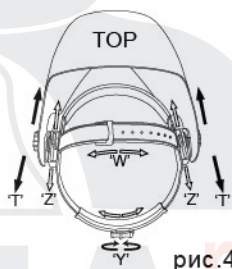

рис.4
Длину окружности оголовья можно увеличить или уменьшить, вращая ручку с нажатием на затылочной части оголовья (см. «Y» на рис.4). Это можно сделать не снимая маски и позволяет получить натяжение, необходимое для надежной фиксации сварочной маски на голове.
• Если наголовник сидит на голове слишком высоко или слишком низко, отрегулируйте ремень, который проходит через макушку. Для этого ослабьте конец ремня, выдавив стопорный штифт из отверстия в ремне. Переместите две части ремня относительно друг друга на требуемую длину и вставьте стопорный штифт в ближайшее отверстие (см.W на рис.4).
Шаг 1: Ослабьте гайку фиксатор (см. «Т» на рис.4), для регулировки расстояния между лицом и светофильтром
Шаг 2: Ослабьте гайку фиксатор и двигайте маску к или от вашего лица (см. регулировку «Z» рис.4). Убедитесь, что расстояние между обоими глазами и